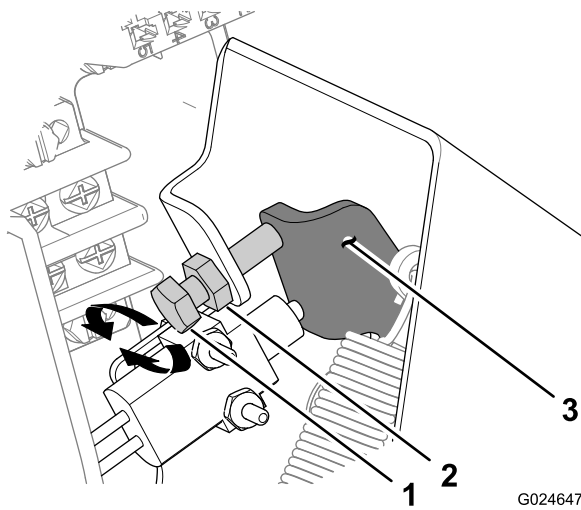

Bild 89
- A. Lösen Sie die Klemmmutter, mit der der Gaspedalan- schlag befestigt ist (**Bild 89**).
- Zum Erhöhen des Pedalspiels nach rechts (**Bild 89**).
- Zum Verringern des Pedalspiels nach links (**Bild 89**).
- C. Ziehen Sie die Klemmmutter an (Bild 89).
- D. Wiederholen Sie die Schritte 1 bis 4, um das Pedalspiel zu messen (Bild 89).